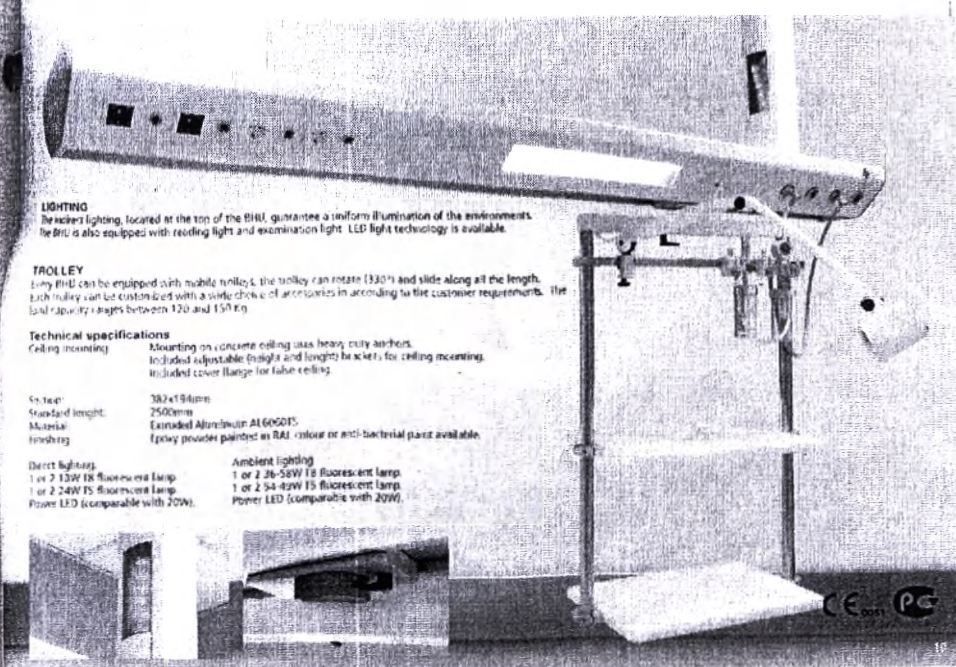

Рисунок 20.
25. Каретка для принадлежностей (не более 10 шт.). Такие тележки являются необходимым дополнением к потолочной консоли в операционной, обеспечивая подвижное соединение частей конструкции, а также движение в вертикальной плоскости. Для создания модульной конструкции. Устанавливаются в базовые модели, но чаще требуется в моделях OKI CIELO, OKI ISOLA. (Рисунок 20).
27. Рельс дополнительный (не более 20 шт.). Для размещения медицинского оборудования и создания модульных конструкций. (Рисунок 20: крепление смотровой лампы, оспиратора).